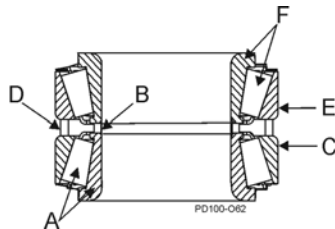

Abbildung 22 - Lagerbaugruppe
**HINWEIS: NIEMALS** Teile unterschiedlicher Lagerbaugruppen miteinander mischen. Die Teile wurden bei der Herstellung präzise aufeinander abgestimmt und müssen immer als komplette Baugruppe montiert werden. Siehe Abbildung 22.